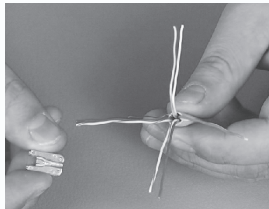

图4-46 插入理线器
8) 插入金属理线器理线。首先将金属理线器插入8芯线中间,理线器的凹口向上,Y槽面朝向自己,如图4-46所示。
- ① 把白绿线和绿线压入理线器的Y槽内,白绿线在左,绿线在右。
- ② 把白蓝线和蓝线压入理线器的I槽内,蓝线在左,白蓝线在右。
- ③ 把白橙线和橙线压入理线器的左槽内,白橙线在左,橙线在右。
- ④ 把白棕线和棕线压入理线器的右槽内,白棕线在左,棕线在右。